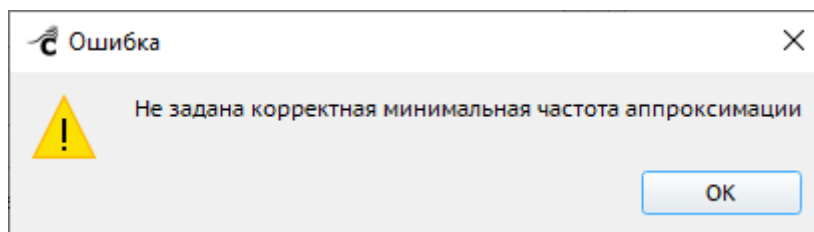

Рисунок 367 – Уведомление «Не задана минимальная частота аппроксимации»
- «Аппроксимация min» – значение должно быть больше нуля, в противном случае при попытке сохранения настроек карточки отобразится соответствующее уведомление и настройки сохранены не будут (Рисунок 367).